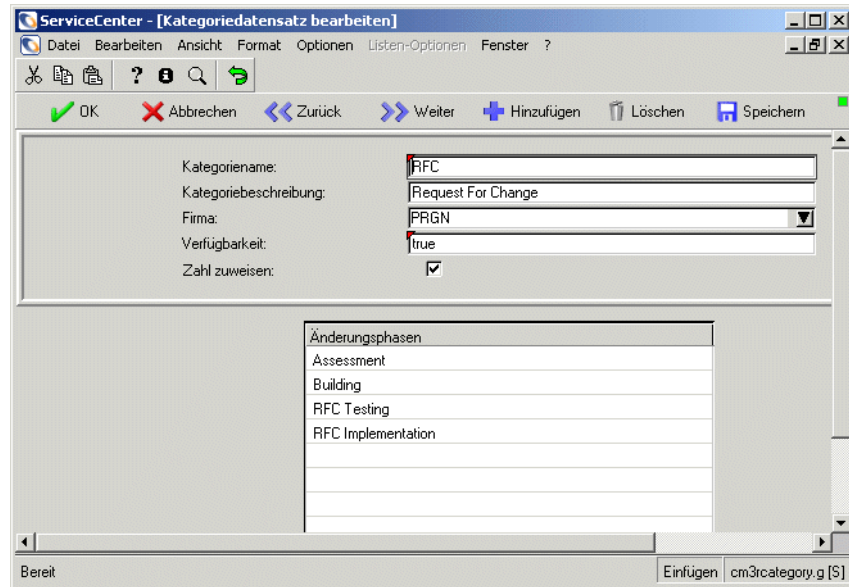

Abbildung 10-16: Änderungskategorie-Datensatz
- 4 Doppelklicken Sie in der Liste auf eine Kategorie. Abbildung 10-16 zeigt den ausgewählten Datensatz.